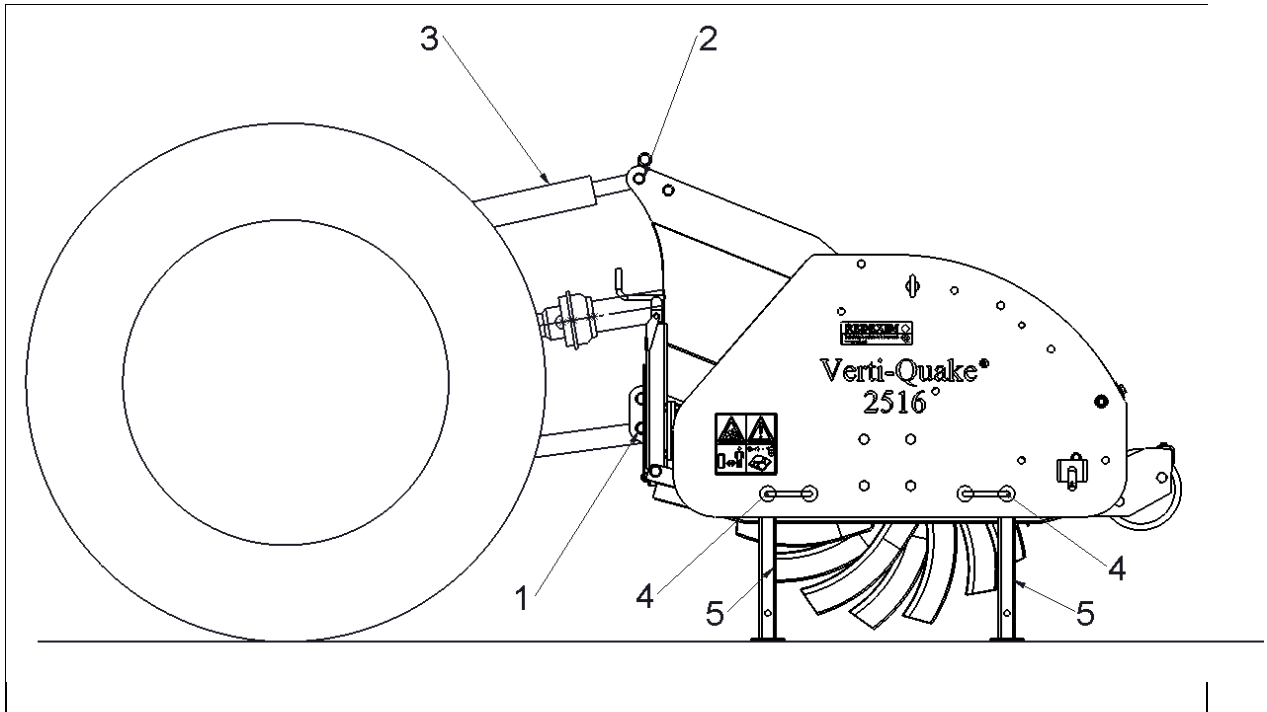

Fig. 10
5.0 ATTELAGE AU TRACTEUR (Fig. 10)
La méthode est la suivante: (fig.10)